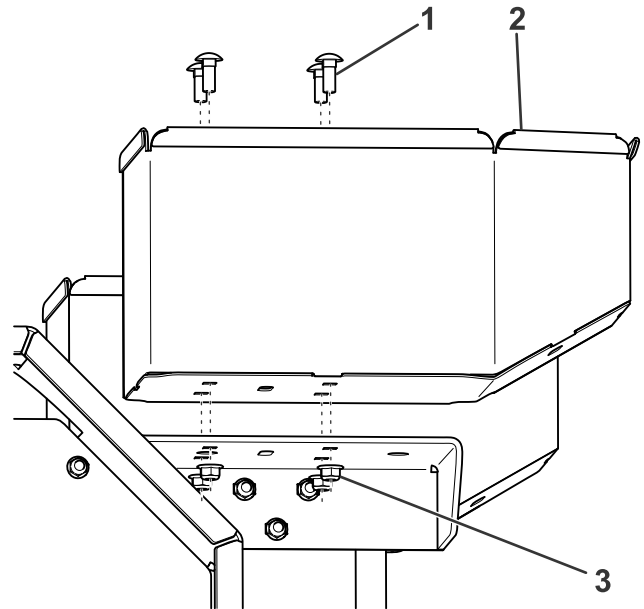

Figura 5
10. Sujete el recipiente a los soportes usando 4 pernos (3/8") y tuercas con arandela prensada (Figura 5).